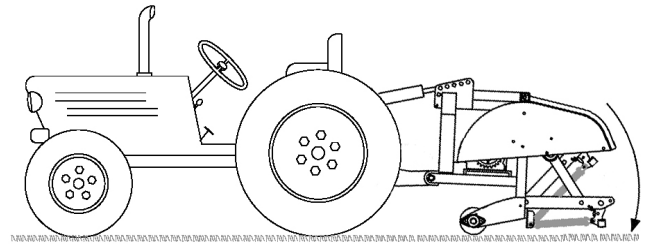

图13
4. 将打孔机放低到地面上并完全伸长液压顶部连杆油缸或上连杆图13。